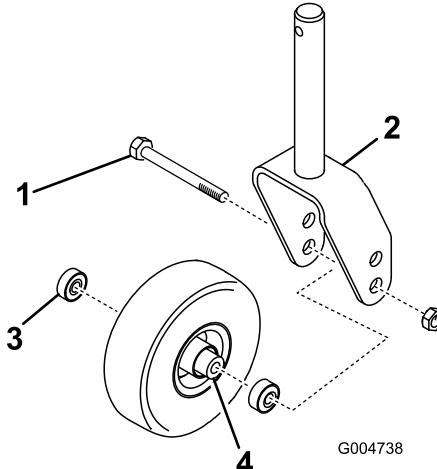

Bild 30
1. Entfernen Sie die Sicherungsmutter von der Schraube, mit der das Laufrad an der Gabel befestigt ist (Bild 30). Halten Sie das Laufrad fest und schieben die Schraube aus der Gabel oder vom Gelenkarm ab.
2. Entfernen Sie das Lager aus der Radnabe und lassen das Lagerdistanzstück herausfallen (Bild 30). Entfernen Sie das Lager aus der gegenüberliegenden Seite der Radnabe.